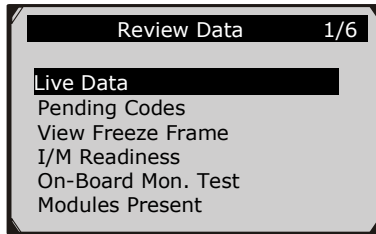

Figura 4.1
- 2) Utilice el botón de desplazamiento **arriba / abajo** para seleccionar la opción deseada en el menú de la **revisión de datos**, y pulse el botón **OK**. (Figura 4.1)